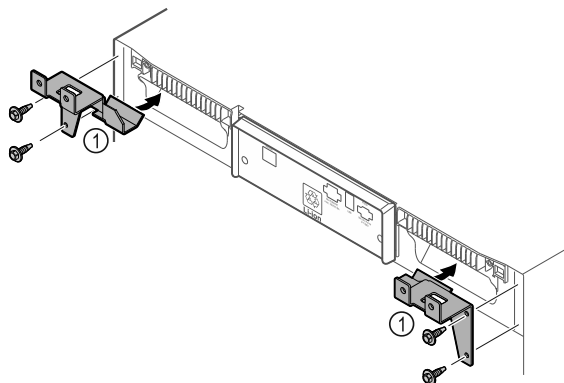

Fig. 12
- ▶ Monteerige hoideosad Fig. 12 (1) iselõikuvate kruvidega seadme külge.